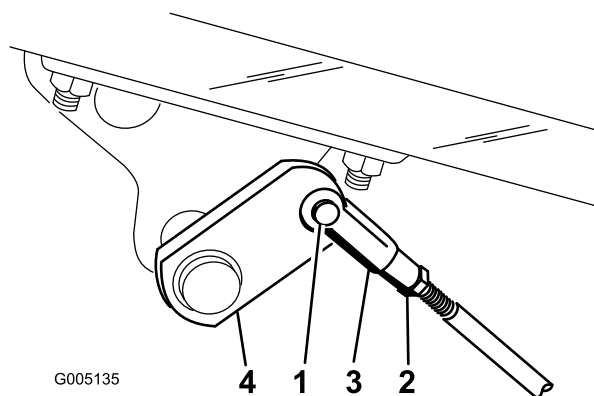

Bild 54
2. Klemmen Sie, wenn die Bremsen nicht gleichmäßig blockieren, die Bremsstangen ab, indem Sie den Splint und den Lastösenbolzen entfernen (Bild 54).
3. Lockern Sie die Klemmmutter und stellen den Lastösenbolzen entsprechend ein (Bild 54).
4. Bringen Sie den Lastösenbolzen am Bremsbügel an (Bild 54).